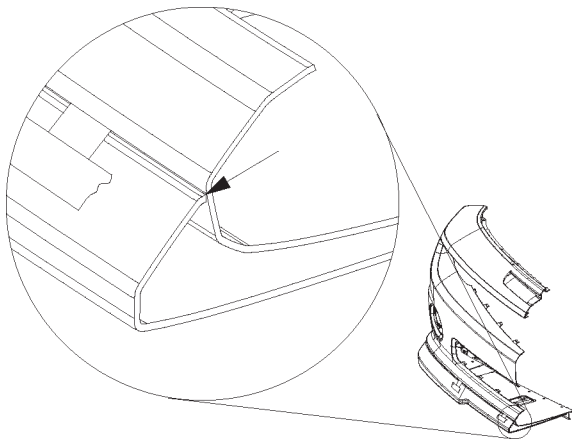

FIGURA 36
13. Alinee la parte superior del revestimiento con la parte inferior del radio, en el centro del vehículo. Consulte la figura 36.